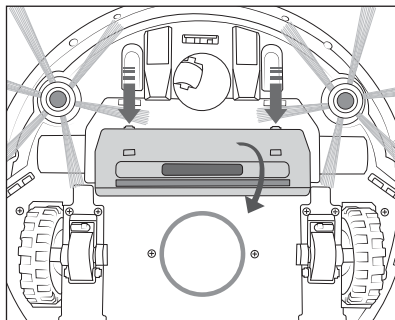

Fig. 12
- 1) Appuyez sur les deux boutons de déverrouillage pour libérer le couvercle **20** de l'orifice d'aspiration **19** et détachez-le de l'appareil (voir figure 12).